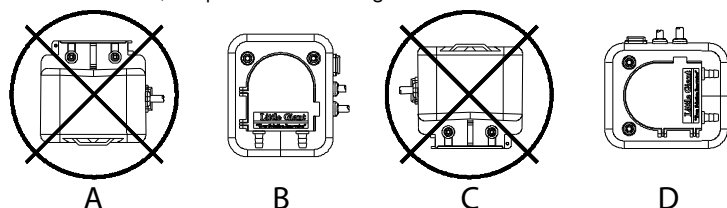
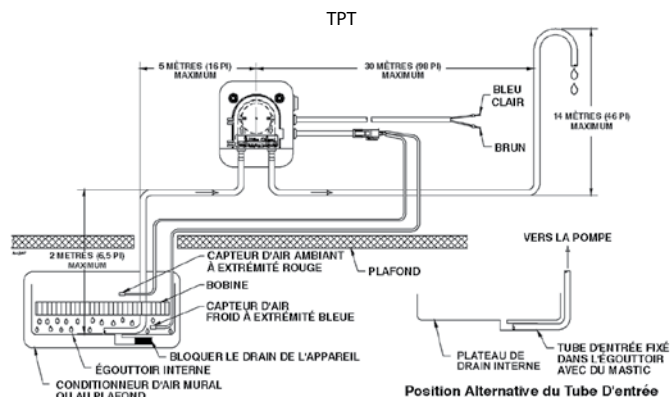

FIGURE 1
FIGURE 2
La pompe peut également être placée sur n'importe quel côté, sauf avec le rotor vers le bas (Fig. 1. C) ou vers le haut (Fig. 1. A). Raccorder la tuyauterie de 6 mm (1/4 po) (non fournie) à l'admission de la pompe indiquée par la flèche pointant vers le haut sur le couvercle transparent. Placer l'autre extrémité du tube d'admission dans le boyau de l'égouttoir et rendre hermétique au besoin ou placer le tube d'admission dans l'égouttoir, (tel qu'illustré à la figure 2). Éviter de tordre, plier ou écraser la tuyauterie. Relier un tube de 6 mm (1/4 po) (non fourni) de l'orifice de purge de la pompe vers un drain par gravité. Consulter la figure 2 pour obtenir les capacités maximales de tuyau d'évacuation verticale et horizontale.
Séries TPT (signal de température) POUR ASSURER UN FONCTIONNEMENT ADÉQUAT DE LA POMPE, BIEN VOULOIR SUIVRE CES INSTRUCTIONS : Connecter le fil brun à la phase principale (ligne) et le fil bleu à la phase neutre (commun) (Voir la figure 2). S'assurer que l'alimentation est coupée lors de la connexion du capteur de température à la pompe. Connecter le câble du capteur à la pompe en branchant la fiche à quatre (4) broches au câble correspondant sur la pompe. Deux fils de raccord présentent des capteurs à leurs extrémités, soit une extrémité bleue et l'autre rouge. Fixer le fil avec le capteur bleu du côté " froid " ou " sortie d'air " du serpentin d'évaporation et le capteur rouge du côté " chaud " ou " entrée d'air " du serpentin d'évaporation. (Voir la figure 2)